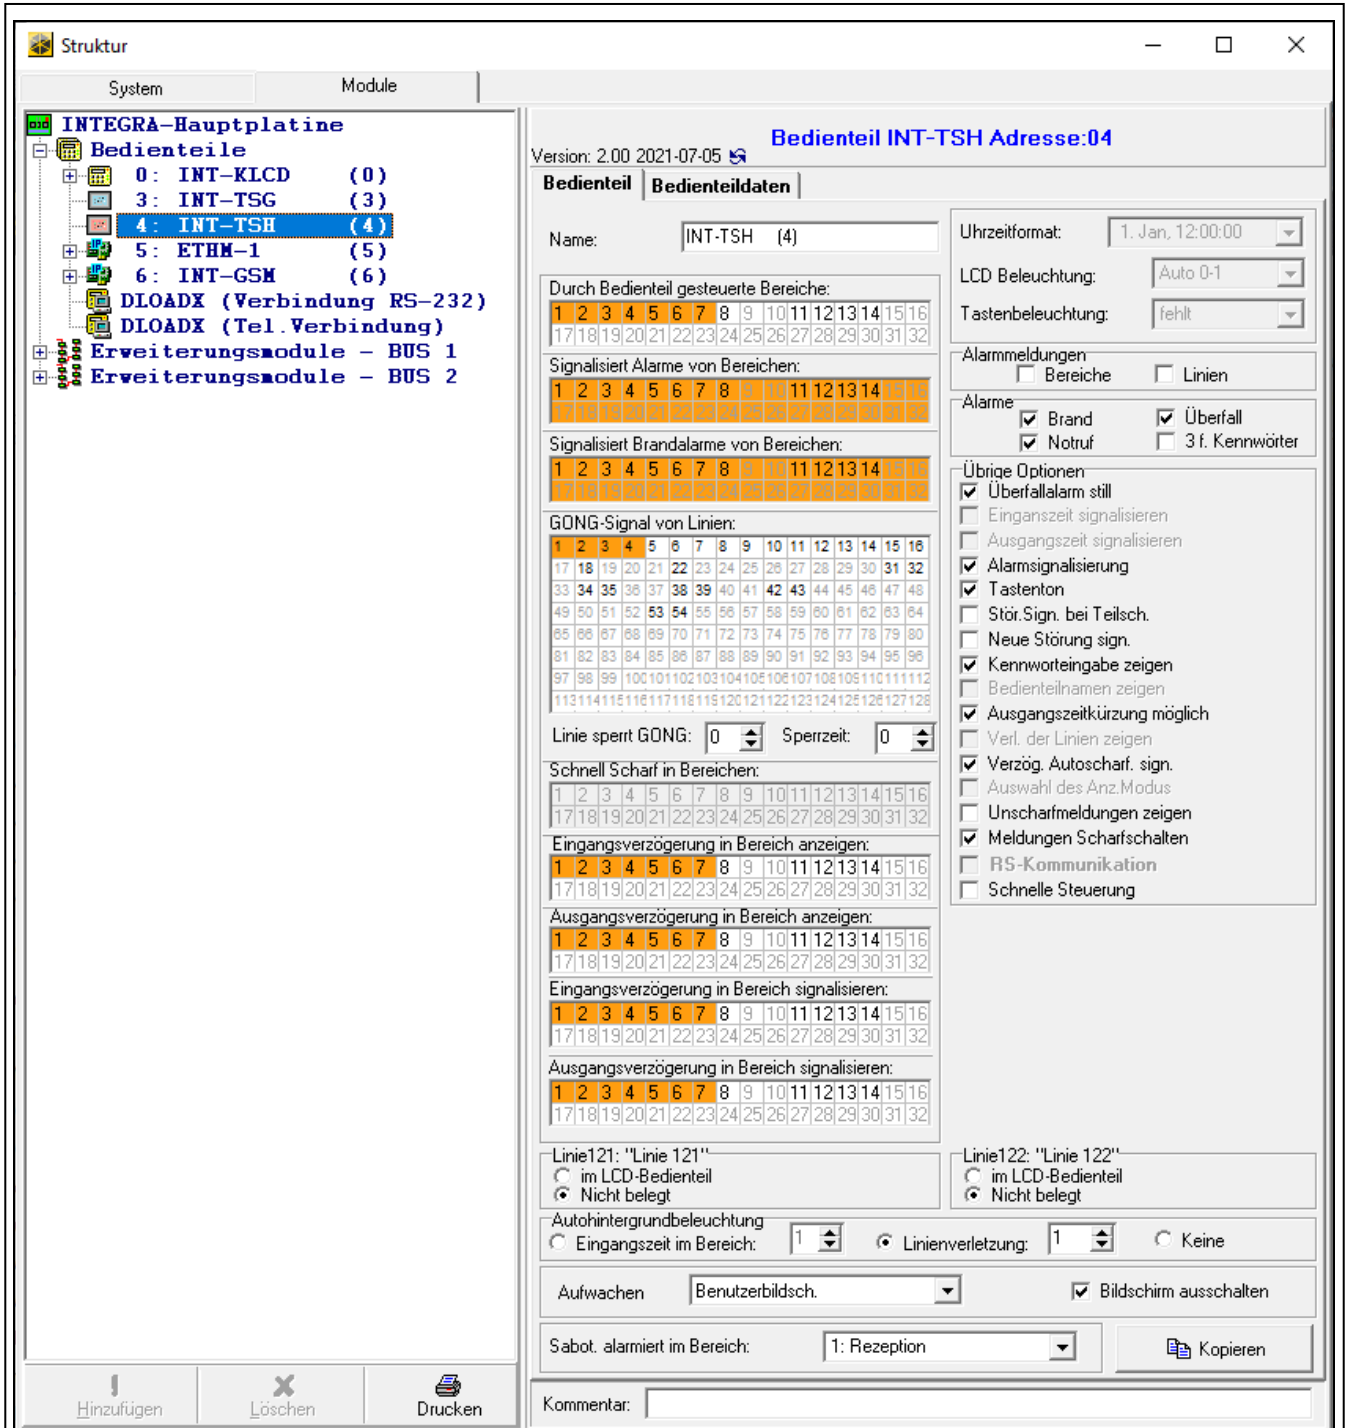

Abb. 13. Programm DLOADX: Bedienteil im INTEGRA System – Registerkarte „Bedienteil“ (Beispieleinstellungen).
- über das Programm DLOADX: → Fenster „Struktur“ → Registerkarte „Module“ → Zweig „Bedienteile“ → [Bedienteilname] (Abb. 13).